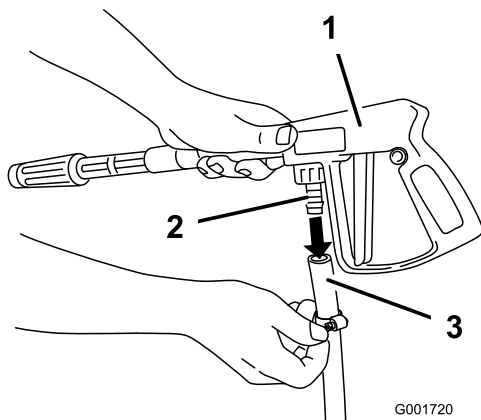

Figura 35
4. Ligue a extremidade do tubo à união na pistola de pulverização (Figura 35) e prenda a extremidade do tubo com uma braçadeira pequena.